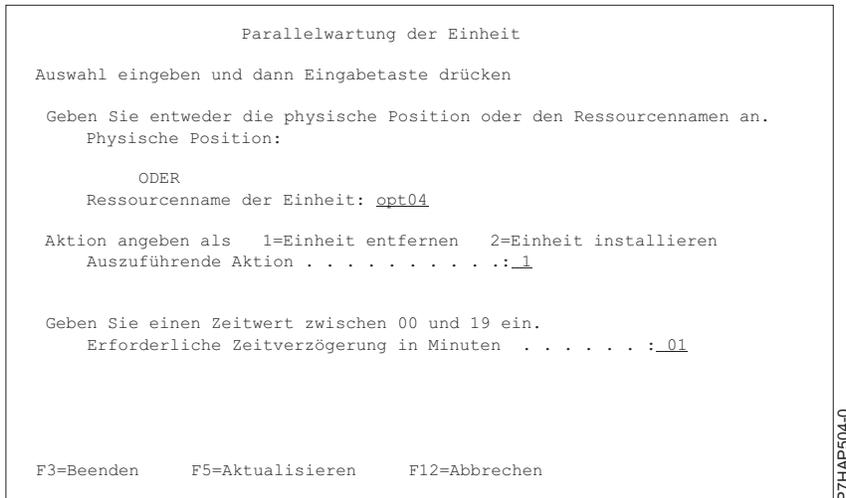

Abbildung 37. Beispielanzeige der Parallelwartung der Einheit
- i. Wählen Sie in der HSM-Anzeige **Parallelwartung der Einheit** aus und drücken Sie dann die **Eingabetaste**. Im Abschnitt Abb. 37 auf Seite 49 ist ein Beispiel der Anzeige dargestellt.